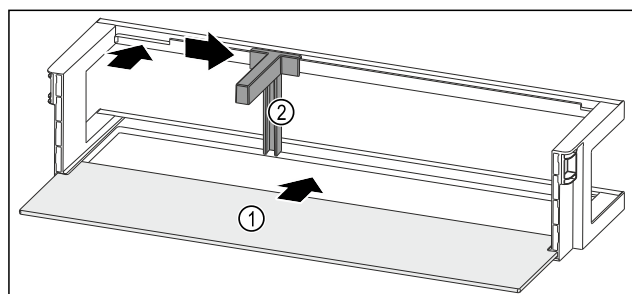

Fig. 206 Dörrfack med hylla
- Skjut in hyllan Fig. 206 (1) i ursparingarna på sidan.
- Sätt in flaskhållaren Fig. 206 (2) i ursparingen.
- Skjut flaskhållaren Fig. 206 (2) åt sidan till önskad position.